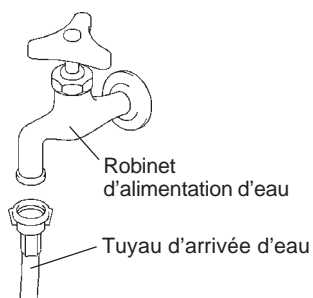

Fig. 8
- 2) Raccordez l'autre extrémité du tuyau d'arrivée au robinet d'alimentation d'eau (Fig. 8), en vérifiant que la rondelle est bien placée avant de serrer le joint à la main. Il est recommandé de prévoir une soupape d'arrêt.
- 2) Raccorder l'autre extrémité du tuyau d'arrivée au robinet d'alimentation en eau (Fig. 8), en veillant à placer correctement la rondelle d'étanchéité avant de serrer manuellement comme ci-dessus.